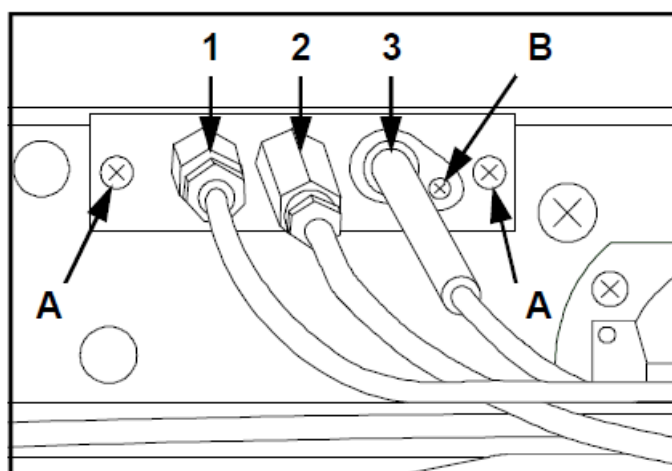

Рисунок 18 – Замена термопары, запальника и свечи
- Вывернуть термопару при помощи подходящего ключа (рисунок 18, поз. 21).
- Вывернуть 2 крепежных винта (рисунок 18, поз. А).
- Установить новый запальник и закрепить, повторив вышеописанные действия в обратном порядке (рисунок 18, поз. 2).
- Вывернуть винты (рисунок 18, поз. В) и извлечь свечу.
- Установить новую свечу и закрепить, повторив вышеописанные действия в обратном порядке (рисунок 18, поз. 3).